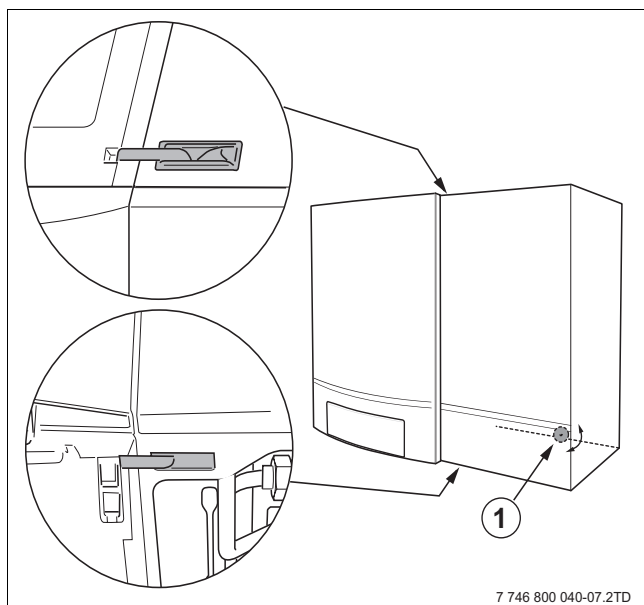

Fig. 16 Închiderea dispozitivelor de închidere rapidă
- ▶ Poziționați dispozitivele de închidere rapidă în decupajele echipamentului (→ fig. 16, lupe).